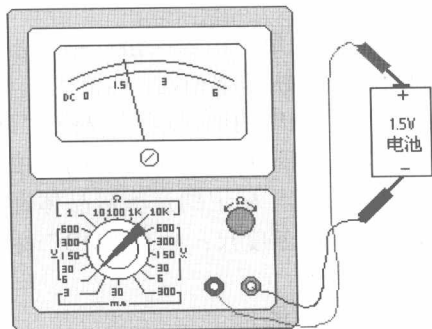

图 1-4 测量直流电压
步骤② 根据该档量程数字与标直流符号“DC-”刻度线 (第二条线) 上的指针所指数字来读出被测电压的大小, 如用 V300 伏档位测量, 可以直接读取 $0\text{V} \sim 300\text{V}$ 的指示数值, 如图 1-4 所示。